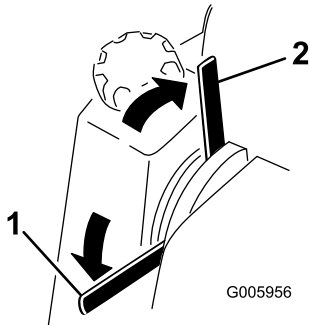

Bild 9
- Drehen Sie den Hebel nach unten, um die Feststellbremse zu aktivieren (Bild 9).
- Drehen Sie den Hebel nach oben, um die Feststellbremse zu lösen (Bild 9).